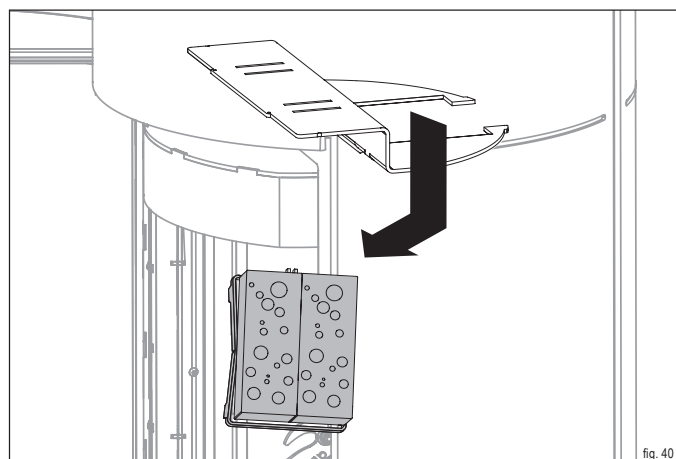

fig. 40
- ▶ Estrarre l'unità dei catalizzatori dall'apertura (fig. 40).